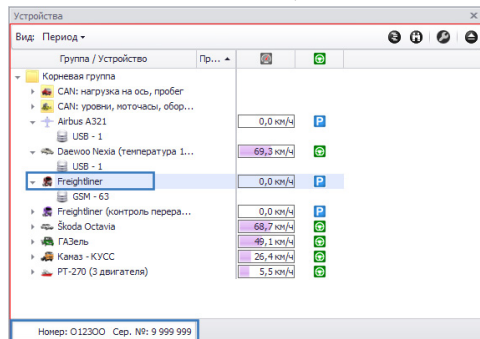

Рис.44. Итоговая строка при выборе ТС.
- если курсор установлен на ТС, то серийный номер устройства АвтоГРАФ, установленного на этом ТС и гос. номер ТС, если гос. номер задан в настройках ТС, а столбец с гос. номером скрыт (**Рис.44**). Гос. номер задается в Карточке ТС.